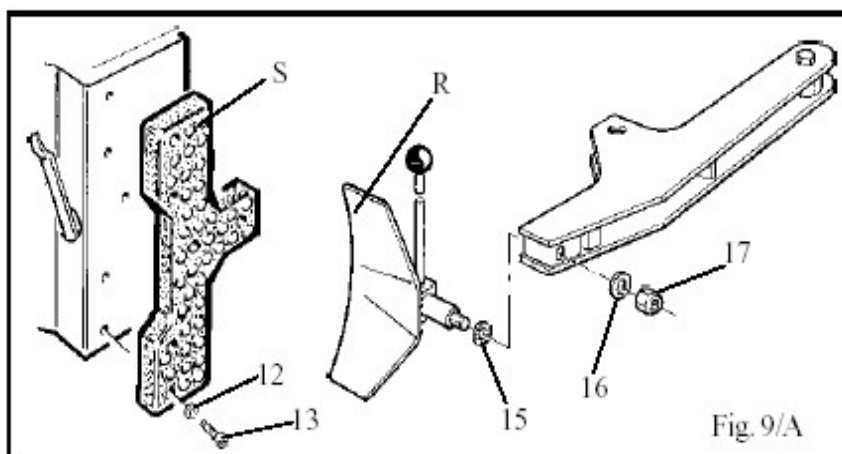

Fig. 9/A
Befestigen Sie die Kunststoffabdeckung S (Abb. 9/A), mit Hilfe der Schraube (13)
Setzen Sie das Schild R (Abb. 9/A) auf den Abdrückarm und befestigen es mit der Mutter 17 (Abb. 9/A)